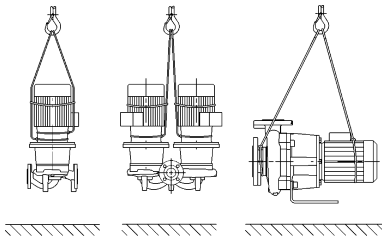

Fig. 7: Транспортиране на помпата
- Транспортните халки на мотора служат само за направляване при захващане на товара (Fig. 7).